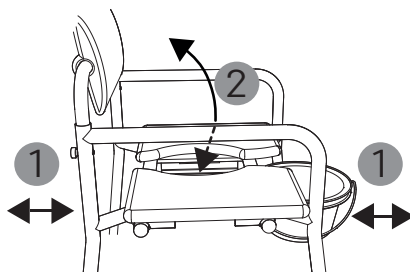

fig. 21
1. Skub toiletspanden uden låg ind på førings-skinnen bagfra/forfra under sædet, så den sidder mellem indstiksrørene (1, fig. 21).
2. Fjern låget fra hygiejneudskæringen (2, fig. 21).
1. Spanden tømmes ved at trække den forsigtigt ud bagfra/forfra (1, fig. 21).
1. Anvendes stolen som bade stol, skal spandes fjernes. Fjern den forsigtigt, hvis det er nødvendigt, idet den skubbes bagud/frem (1, fig. 21).
2. Alt efter behov kan hygiejneudskæringens låg anbringes i sædefladen eller tages ud. (2, fig. 21).